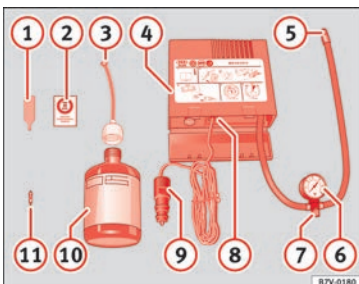

Abb. 58 Prinzipdarstellung: Bestandteile des Pannensets
- Ventilkappe und Ventileinsatz vom Reifenventil abschrauben. Verwenden Sie den Ventileinsatzdreher » Abb. 58 ① zum Heraus-schrauben des Ventileinsatzes. Legen Sie den Ventileinsatz auf einem sauberen Untergrund ab.
- Reifendichtmittelflasche kräftig schütteln » Abb. 58 ⑩.
- Schrauben Sie den Einfüllschlauch » Abb. 58 ③ auf die Dichtmittelflasche. Die Folie am Verschluss wird automatisch durchstoßen.
- Verschlussstopfen vom Einfüllschlauch » Abb. 58 ③ entfernen und das offene Ende ganz auf das Reifenventil stecken.
- Ventileinsatz mit dem Ventileinsatzdreher » Abb. 58 ① wieder in das Reifenventil schrauben.
- Reifenfüllschlauch » Abb. 58 ⑤ des Luftkompressors fest auf das Reifenventil schrauben.
- Prüfen, ob die Luftablassschraube » Abb. 58 ⑦ zuge dreht ist.
- Stecker » Abb. 58 ⑨ in die 12 Volt-Steckdose des Fahrzeugs stecken » Seite 144.
- Luftkompressor mit dem EIN- und AUS-Schalter » Abb. 58 ⑧ einschalten.